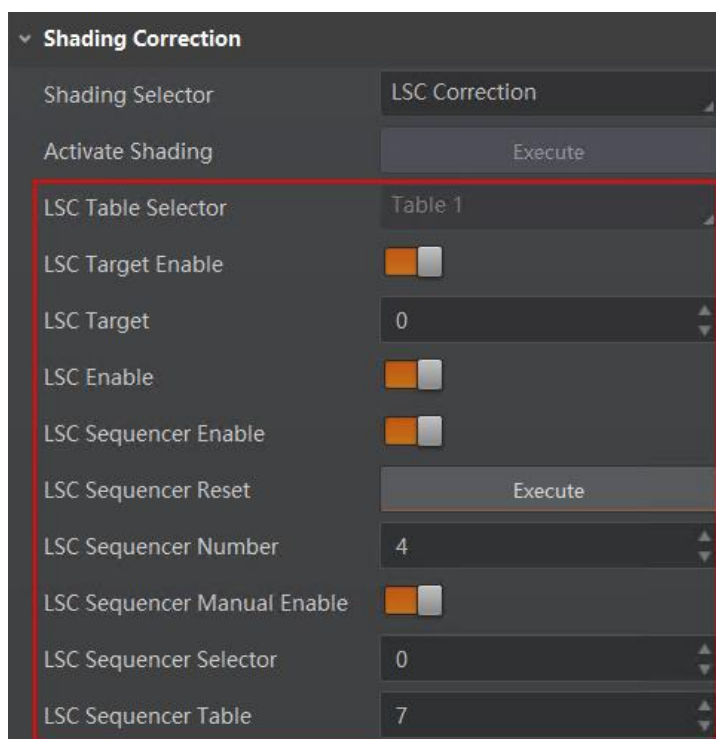

图7-43 LSC 轮询
4. 开启 *LSC Sequencer Enable* 使能，如图 7-43 所示。